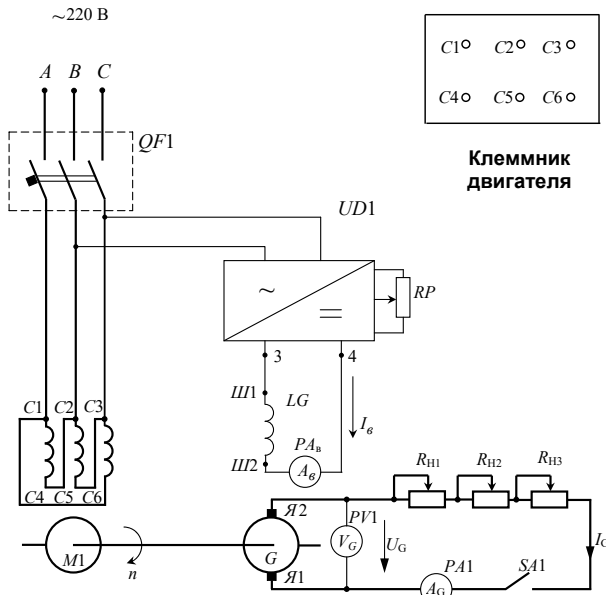

Рис. 11.1. Электрическая схема исследуемой цепи
Электрическая схема лабораторной установки (рис. 11.1) содержит асинхронный двигатель с короткозамкнутым ротором $M1$, механически соединённый с валом якоря испытуемого генератора G . Асинхронный двигатель $M1$ питается от сети трехфазного тока промышленной частоты через воздушный автоматический выключатель $QF1$.
2. Собрать схему экспериментальной установки (рис. 11.1). Включить резисторы R_{H1} , R_{H2} , R_{H3} и измерительные приборы $PA1$, $PV1$, $PA_{\text{в}}$. Статорные обмотки двигателя $M1$ соединить по схеме треугольника и подсоединить к автоматическому выключателю $QF1$. Проверить правильность собранной схемы и показать её преподавателю или лаборанту.